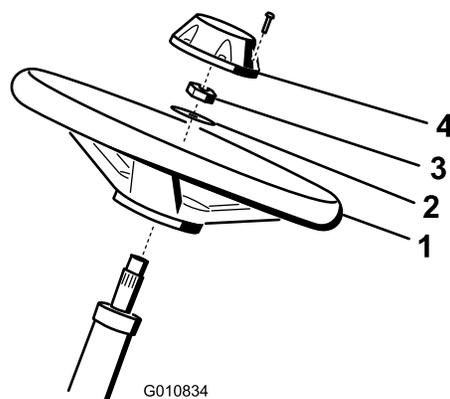

Рисунок 3
1. Наденьте рулевое колесо на рулевой вал (Рисунок 3).
2. Наденьте шайбу на рулевой вал (Рисунок 3).
3. Закрепите рулевое колесо на валу контргайкой и затяните ее с моментом 27–35 Н·м (Рисунок 3).
4. Установите крышку рулевого колеса и закрепите ее винтом (Рисунок 3).